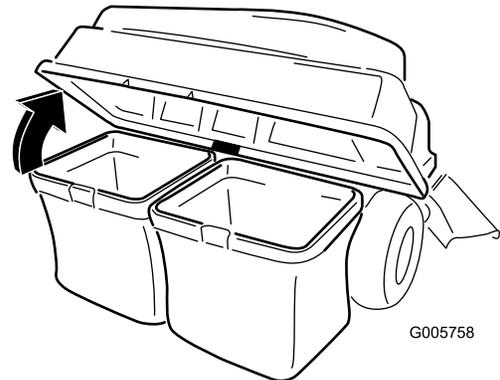

Figura 25
3. Abra (eleve) a parte superior do depósito de recolha (Figura 25).